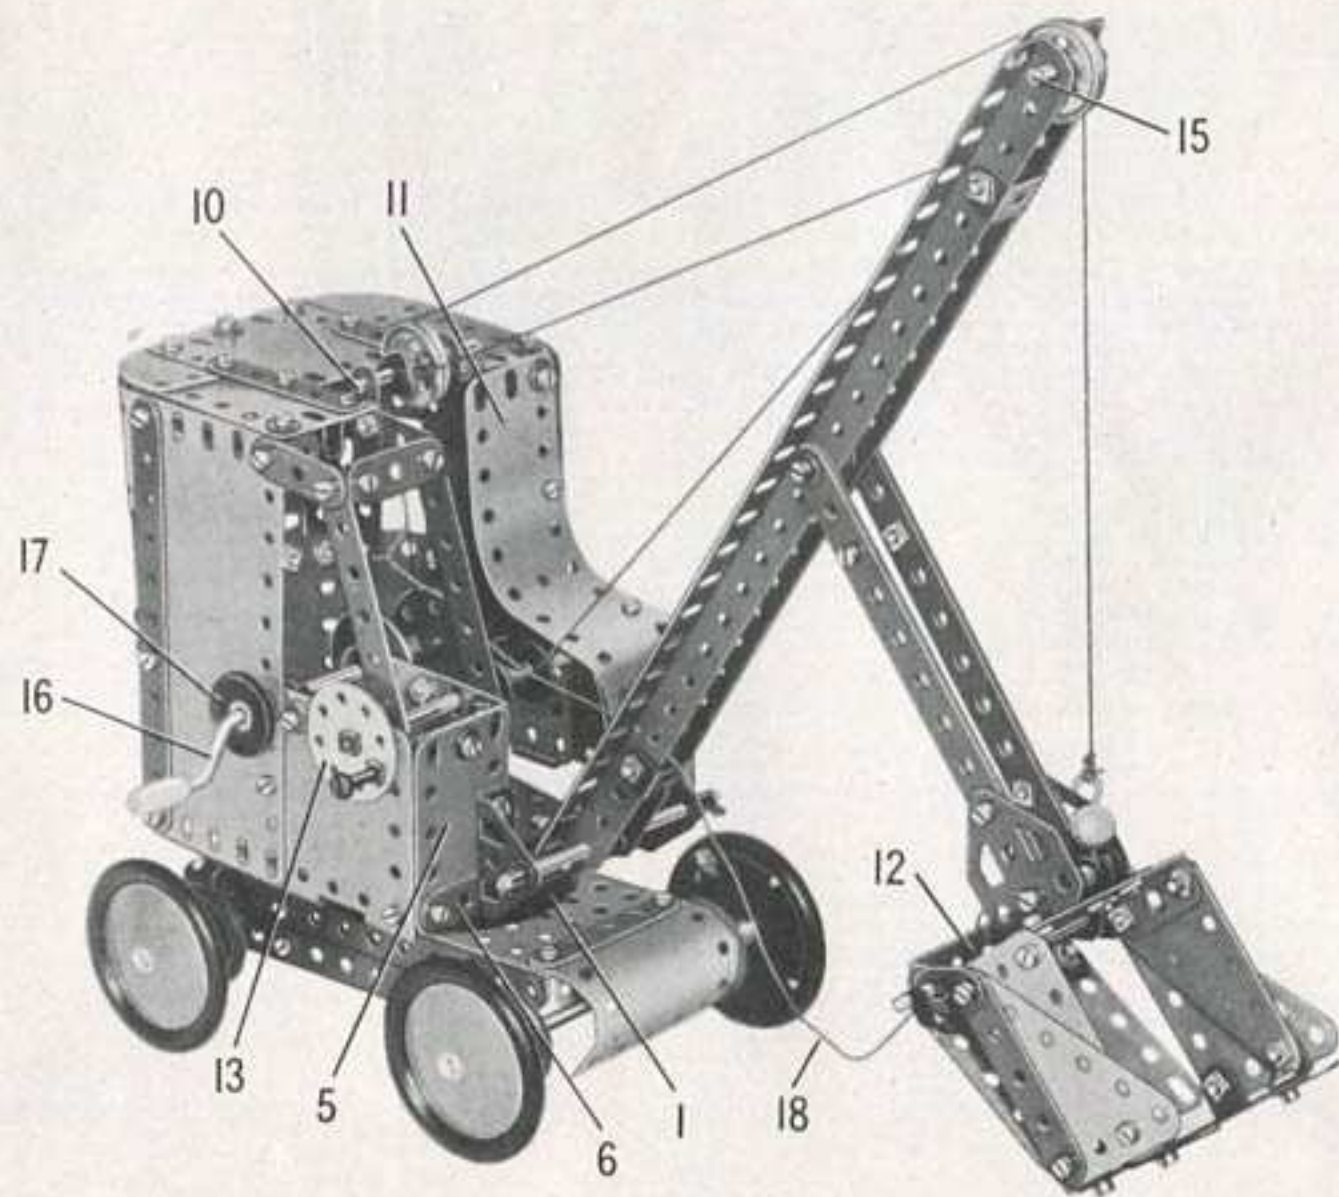

Fig. 5.12
Un disque de 35 mm. (13) (fig. 5.12) est fixé par un écrou sur une cheville fileté qui passe ensuite dans le côté de la cabine; et qui porte un raccord de tringles. Une tringle de 9 cm. (14) passe dans la plaque flexible (8) et s'insère dans le raccord de tringles; une corde est attachée à la tringle entre les disques de 19 mm., comme le montre la figure. La corde passe autour d'une tringle de 2,5 cm. (15) tenue au sommet de la flèche par des clavettes, et elle est attachée à un petit crochet lesté. Le crochet est boulonné sur une équerre fixée sur la pelle.